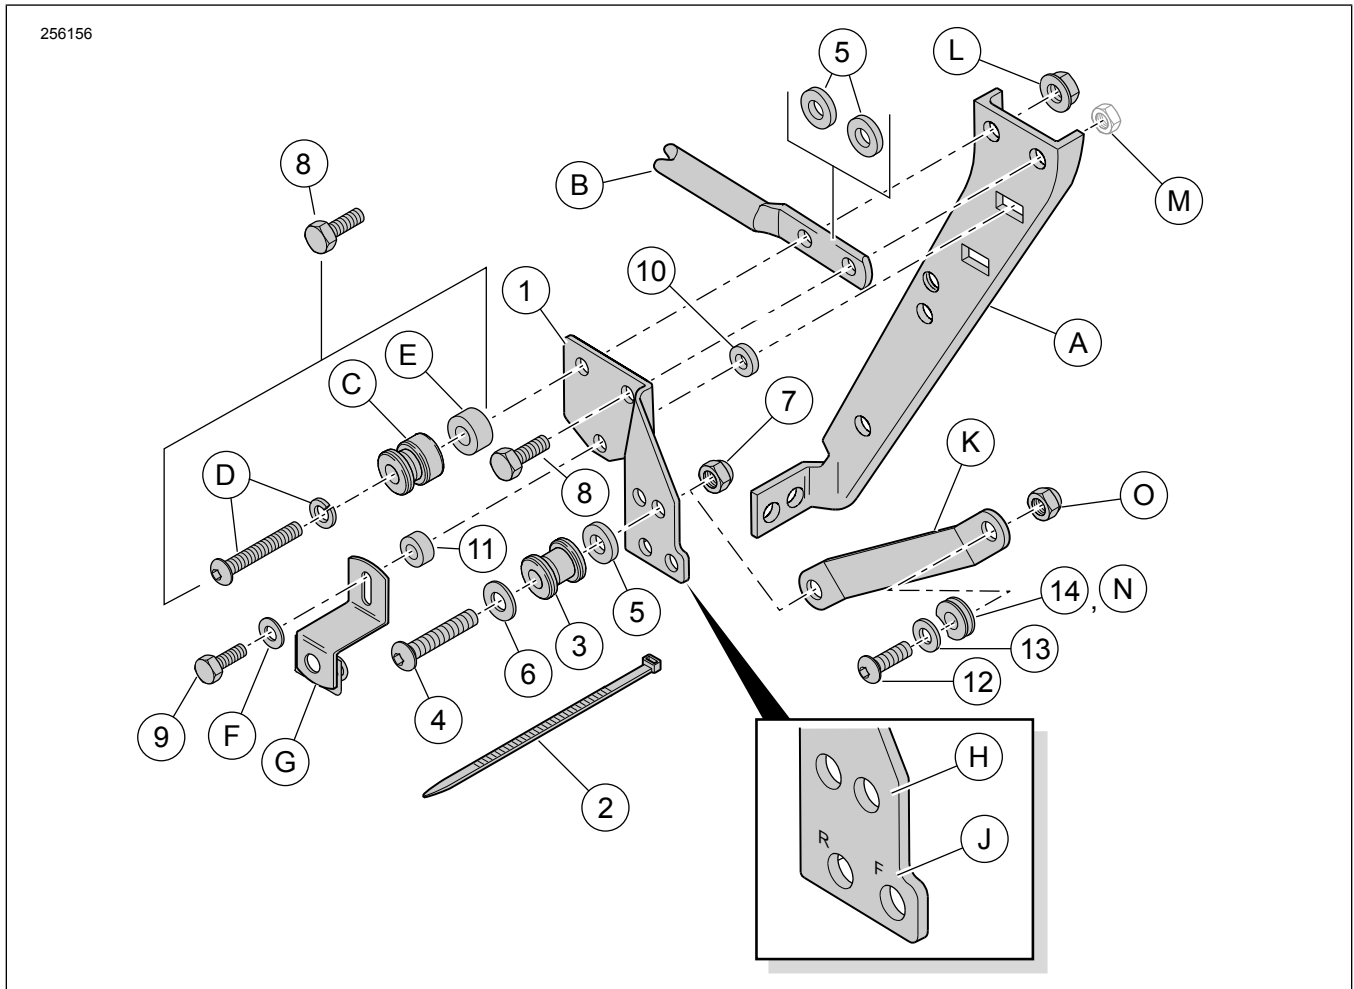

Figura 1. Kontenut tal-Kit: Kitt tad-Docking ta' Quddiem Installat Waħdu
Ara Figura 1 . Il-brekit tal-immuntar tal-punt tad-docking ta' quddiem (1) huma speċifiċi skont il-ġenb. L-ittri ittimbrati ħdejn it-toqob tan-naħa t'isfel għandhom iħarsu lejn l-estern, u jidentifikaw il-pożizzjonijiet ta' quddiem (F) u ta' wara (R).
### 2. **Mingħajr kitt tad-docking ta' wara:** Ara Figura 1 . Installa l-brekit tal-immuntar kif ġej:
### 3. **Mingħajr kitt tad-docking ta' wara:** Ara Figura 1 . Installa l-brekit tal-immuntar kif ġej:
### 4. Ara Figura 1 u Tabella 2 . Installa l-immuntar tas-saddlebag ta' wara.
7. Ara Figura 7 u Figura 1 . Poġġi washer (6) fuq il-kamini ta' vit b'ras forma ta' buttuna (4) minn dan il-kitt.
8. Poġġi punt tad-docking (3), orjentat kif muri, fuq il-kamini tal-vit, segwit minn spazjatur (5).
- a. **Għall-mudelli 1994-1996:** Minn ġot-toqba ta' waranett (H) fil-brekit tal-immuntar (1).
- b. **Għall-mudelli tal-1997 u dawk aktar reċenti:** Minn ġot-toqba ta' quddiem nett (H) fil-brekit tal-immuntar (1).
- c. Daħħal il-kamini tal-vit minn ġot-toqba l-kbira fil-brekit (53805-99, l-oġġett K, parti tal-Kitt tal-lxkaffa jew tas-Sissy Bar Upright Kitt) u orbot b'mod laxk fil-post b'locknut (7).